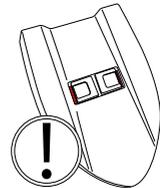

Fig.20
- Drücken Sie auf den Deckel, bis die beiden Schiebeverschlüsse hörbar am Schmutzwassertank einrasten und beide am Deckel nach außen ragen (Abb. 20).
Der Deckel ist richtig montiert, wenn der **ROTE** Boden in den **Aufnahmen der beiden Verschlüsse NICHT** sichtbar ist (Abb. 20).